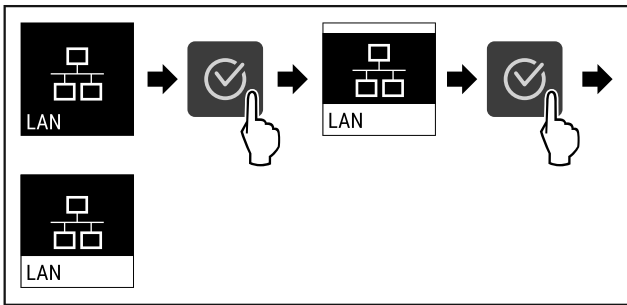

Fig. 92
- ▶ Hajtsa végre a művelet lépéseit (lásd Fig. 92).